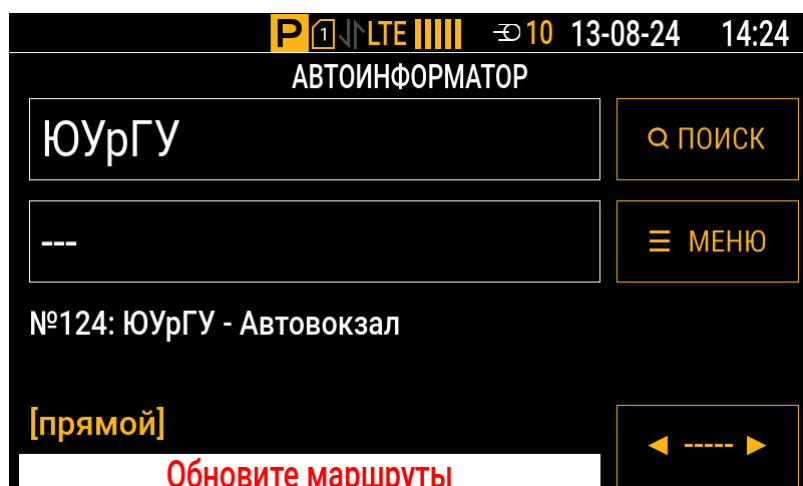

Рис.72. Сообщение «Обновите маршруты»
3. Убедитесь, что контроллер зарегистрирован в сети сотовой связи. Через некоторое время архив с маршрутами будет отправлен на контроллер. После получения маршрутов на экране контроллера появится сообщение «Обновите маршруты» (Рис.72).